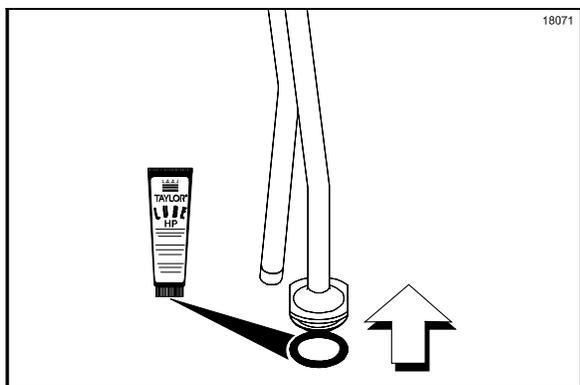

図93
8. 1インチのリングにループを塗り、ディスチャージチューブの溝に取り付けます(図93を参照)。